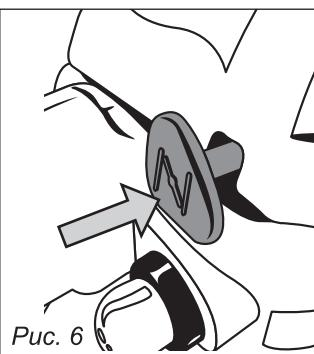

Рис. 6
5. Задвиньте рукоятку воздушной заслонки (рис. 6).